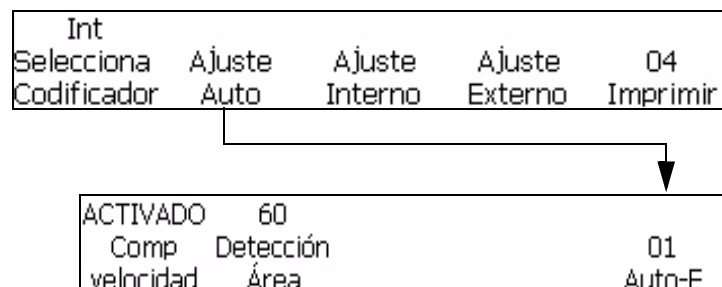

Figura 4-16: Marco <01 Auto-E>
- 4 Este paso es opcional. Siga estas instrucciones para activar Comp velocidad: Desplácese hasta el marco <01 Auto-E> (04 Edición - Imprimir Ajuste > 01 Imprimir > 02 Imprimir > 03 Imprimir > 04 Imprimir - Ajuste Auto > 01 Auto-E). Vea el valor que está arriba de <Comp velocidad>. Si lo desea, pulse la tecla F1 para cambiar el parámetro. (Los parámetros son: ACTIVADO, DESACTIVADO). Consulte la Figura 4-16.